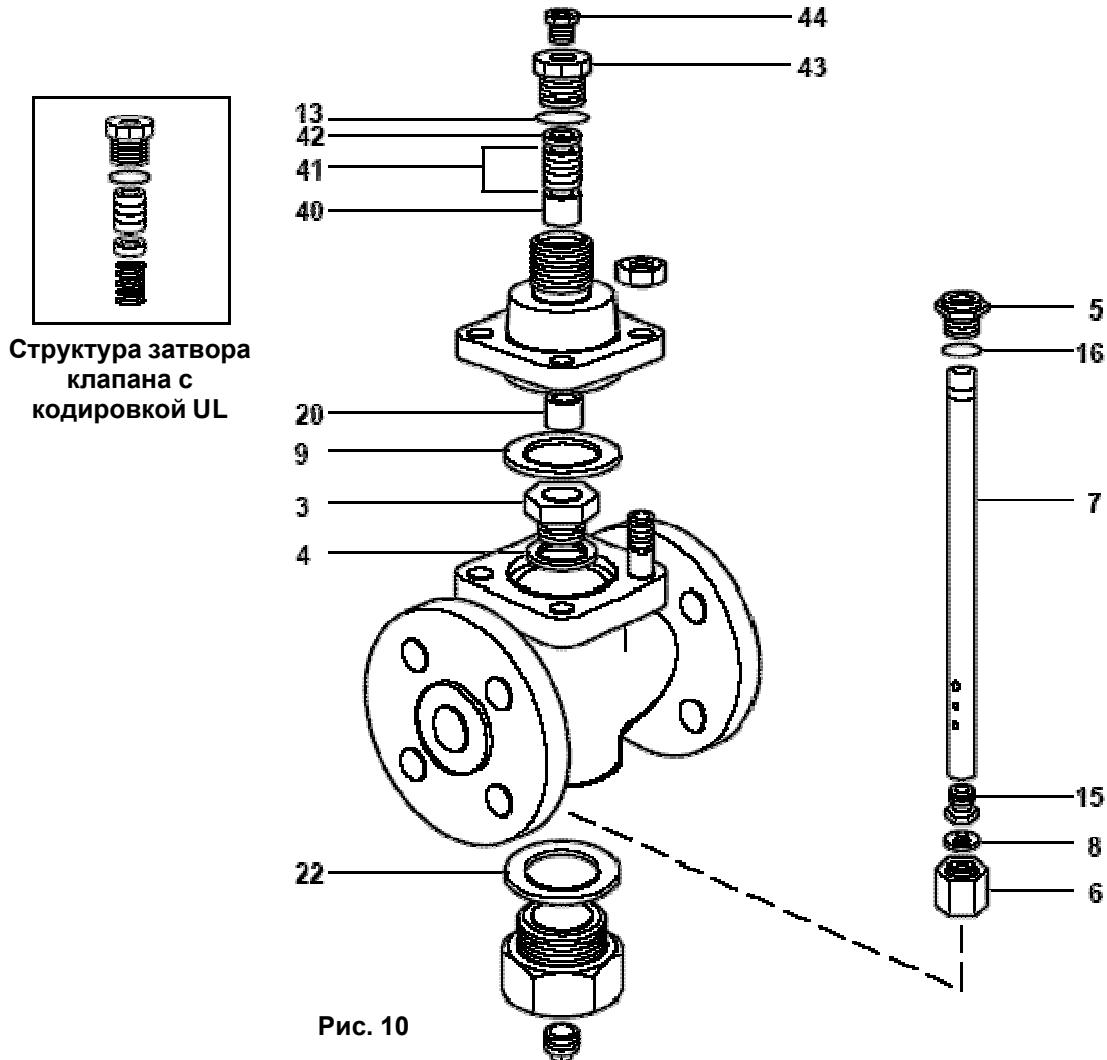

Рис. 10
- Демонтируйте и извлеките коробку сальника, шевронные прокладки PTFE, направляющую втулку и существующие пружины (см. вставку на Рис. 10).
- Установите нижнее поддерживающее кольцо (40, см. Рис. 10) над штоком клапана и вставьте в кожух клапана стороной с меньшим диаметром вниз.
- Установите прокладку (13) на коробку сальника (43) и пропустите сальник через шток клапана (7).
- Убедитесь в том, что гайка (44) сальника плотно прижата к верхнему поддерживающему кольцу (42), затем подвиньте шток клапана вверх и вниз пять или шесть раз, чтобы он полностью встал в уплотнительные кольца.
- Установите верхнее поддерживающее кольцо (42) скосом вперед в коробку сальника (43). (См. Рис. 10).
- Вставьте пять уплотнительных колец (41) в коробку сальника снизу так, чтобы резьба в верхней части коробки сальника не повредила кольца.